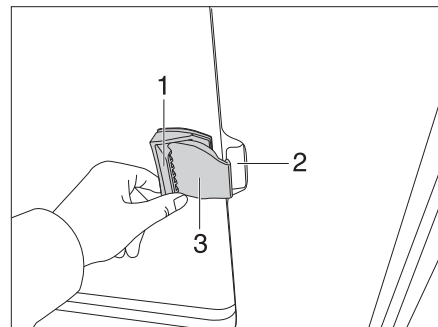

Bild 62 Schiebefenster ohne Verriegelung
- Griffklappe (Bild 62,1) ziehen und Griff gleichzeitig nach vorn schieben oder ziehen.